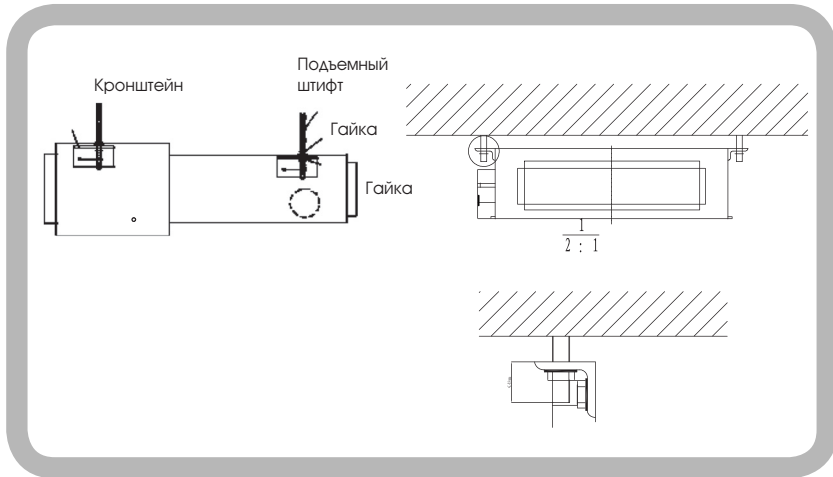

Рисунок 8
- Установите внутренний блок на потолке (см. рисунок 8)